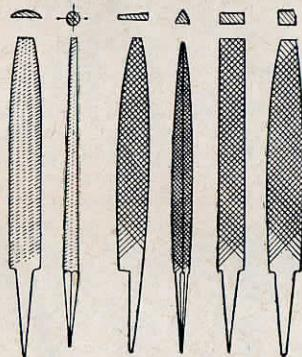

Рис. 5
**Напильники и надфили** (рис. 5) должны быть разных размеров и профилей: грубые (с крупной насечкой), личные (с мелкой насечкой) и бархатные (с очень мелкой насечкой). Напильники и надфили по своим размерам и профилям применяются в зависимости от обрабатываемой поверхности.